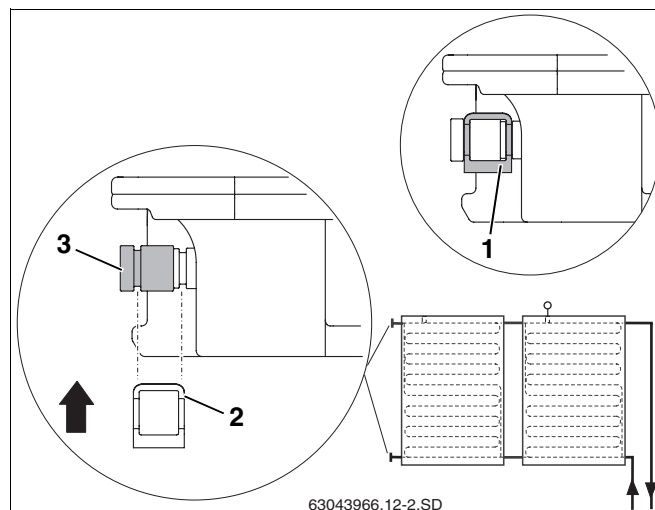

Fig. 20 Fissaggio del tappo di chiusura con la clip di fissaggio
- Applicare il tappo di chiusura con i relativi o-ring (fig. 20, **pos. 3**) sull'attacco del collettore.
- Far scorrere la clip di fissaggio (fig. 20, **pos. 2**), prevista per la messa in sicurezza dell'attacco, lungo il tappo di chiusura fino all'attacco del collettore.
- Fissare ciascun tappo di chiusura con una clip (fig. 20, **pos. 1**).